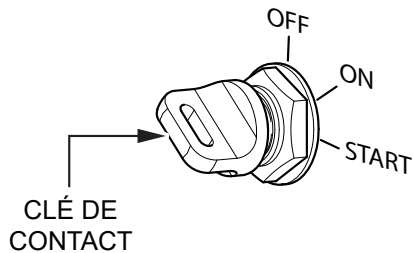

Figure 21. Interrupteur d'allumage
- Insérer la clé de contact dans le démarreur (Figure 21), puis tourner et maintenir la clé dans le sens horaire jusqu'au démarrage du moteur, puis relâcher la clé.